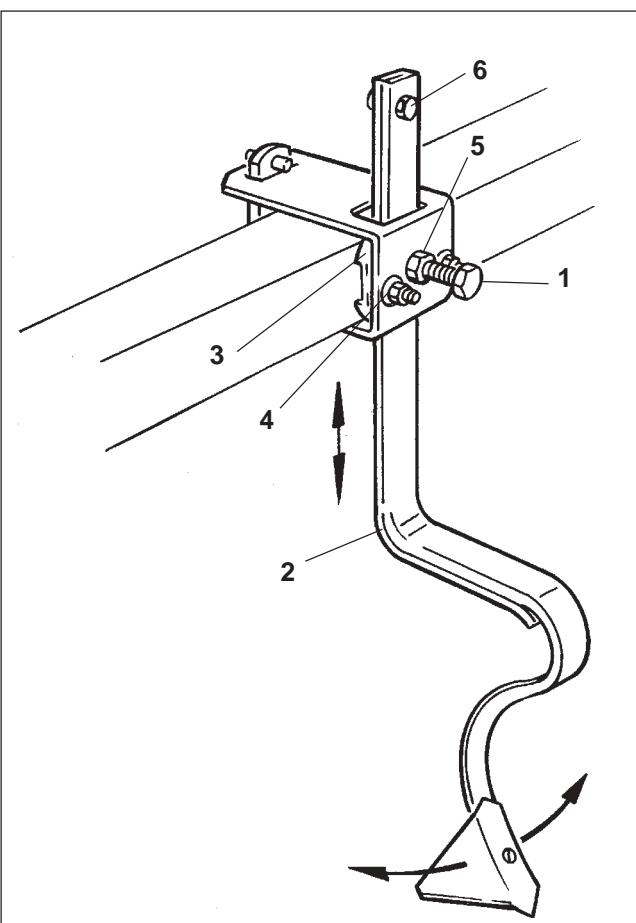
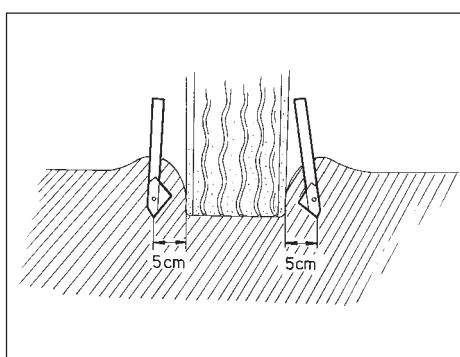
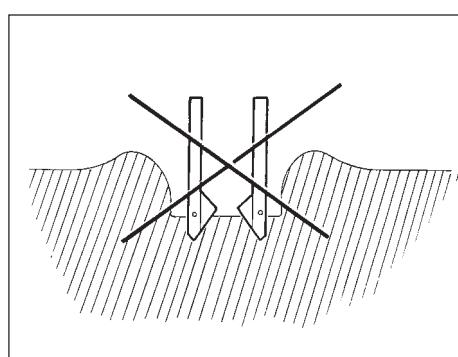

Рис. 18.1
Рис. 18.2
Рис. 18.3
Земля рядом со следом трактора (см. Рис. 18.2) "впахивается" следорыхлителями (Рис. 18.1) в след колес трактора. Таким образом достигается наилучшее выравнивание следа колес трактора и получается достаточно рыхлая почва для всхода семян. Повреждения следорыхлителя камнями на плотной колее необходимо избегать.
При поставке четыре следорыхлителя (Рис. 18.1) закреплены на главной трубе рамы Вашей сеялки. Рыхлитель приводите в рабочее положение непосредственно перед работой:
- Открутите шестигранный винт (Рис. 18.1/1) и установите следорыхлитель на раме в правильную позицию.
Следорыхлитель закрепите на трубе рамы таким образом, чтобы каждые два зубца следорыхлителя (см. Рис. 18.2) работали на расстоянии около 5 см слева и справа от следа колес трактора. Не производите монтаж следорыхлителей как показано на Рис. 18.3.
Зубья следорыхлителей (Рис. 18.1/2) могут подстраиваться при помощи пластины (Рис. 18.1/3), если необходимое Вам рабочее положение не было достигнуто. Перед этой регулировкой отвинтите обе шестигранные гайки (Рис. 18.1/4) и после установки затяните снова.
- Зубья следорыхлителя (Рис. 18.1/2) установите на необходимую Вам глубину хода.
- Затяните шестигранный винт (Рис. 18.1/1) и зафиксируйте при помощи контргайки (Рис 18.1/5).
**Стопорный винт (Рис. 18.1/5) предохраняет следорыхлитель благодаря скобе от потери в случае если выкрутятся крепежные винты.**
**Перед тем как ставить сеялку, необходимо поднять следорыхлители (Рис. 18.1/2), чтобы избежать их повреждения.**